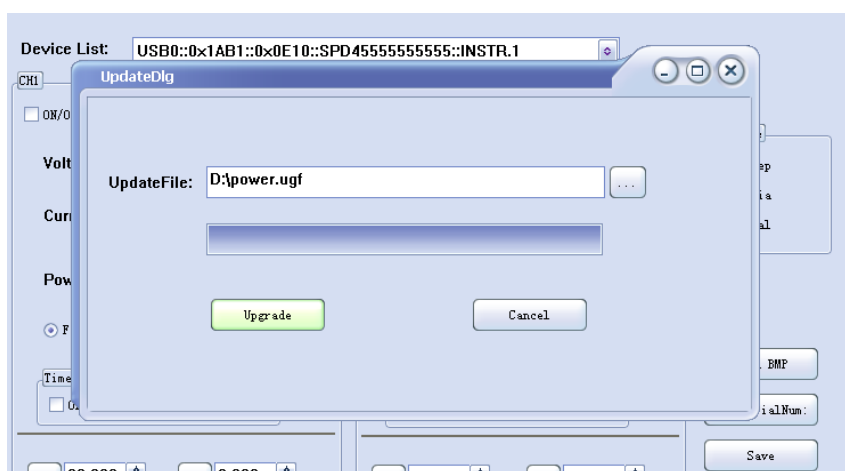

图4
- (4) 如图4所示，点击Upgrade按钮进行升级，当进度条显示完成的时候，升级完成，升级完成后仪器会立刻运行升级后的软件版本。